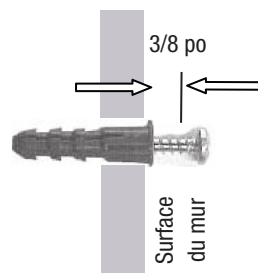

Figure 3
*REMARQUE:* Si les vis doivent être vissées dans un panneau de gypse et non dans un montant du mur, pré-percez les trous à l'aide d'une mèche de 1/4 po. Insérez les ancrages dans les trous, puis vissez les vis, en les laissant dépasser de 3/8 po de la surface du mur, tel qu'illustré à la **Figure 3**.